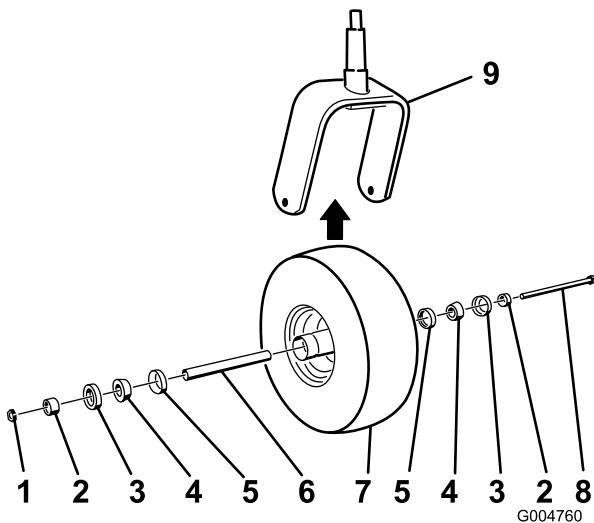

図 52
2. キャスター・ホイール・アセンブリをキャスター・フォークの間に保持しているボルトのロックナット(図 52)を外す。
5. コーン・ベアリングにグリスをパックし、キャスター・ホイールのハブにコーン・ベアリングとシールを押し込み、図 52のように組み上げる。